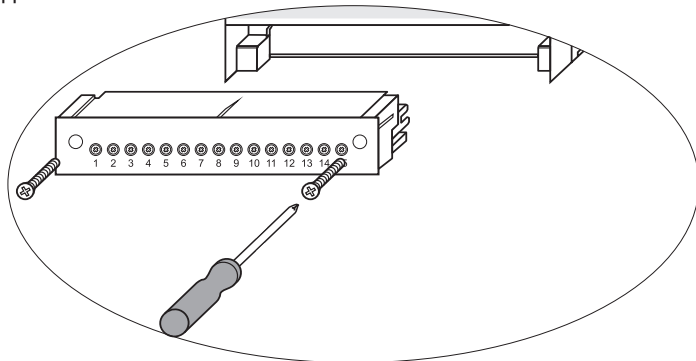

Fig. 12
- Retirer les borniers supérieur et inférieur : desserrer les vis de fixation à droite et à gauche et retirer le bornier. **Fig. 12**